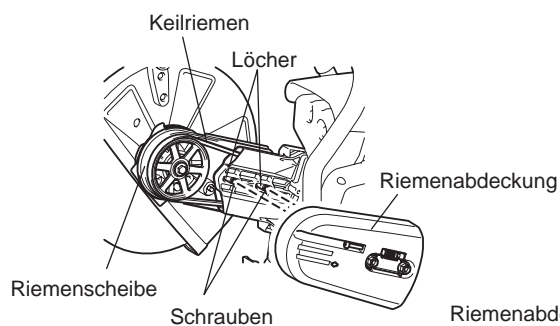

Abb. 6
- Wenden Sie die entfernte Trennerbefestigung, führen Sie den Bolzen durch das Loch und montieren Sie sie wieder in Richtung B. Montieren Sie den Keilriemen wieder auf der Riemenscheibe. (Abb. 6)